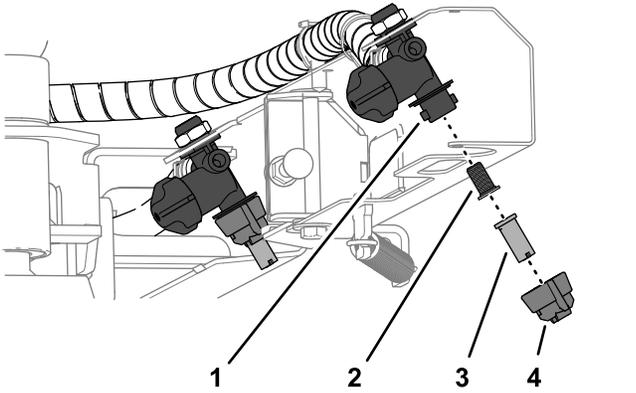

Figure 53
- Tournez le chapeau de buse de 90° dans le sens antihoraire et enlevez-le du corps de la buse (Figure 53).
- Déposez la pastille et la crépine du corps de la buse (Figure 53).
- Insérez la crépine dans le corps de la buse (Figure 53).
- Placez la pastille dans le chapeau de la buse (Figure 53).
- Posez la pastille et le chapeau sur le corps de la buse (Figure 53).
- Tournez le chapeau de la buse de 90° dans le sens horaire (Figure 53).